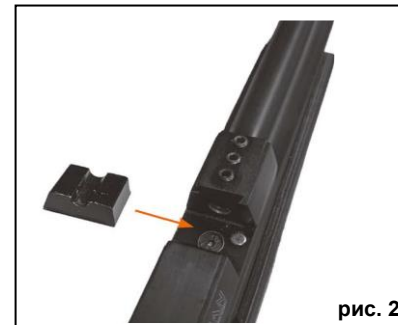

рис. 2
- Поднимите и отведите назад рукоятку затвора, чтобы взвести изделие. Затвор теперь находится в открытом положении (рис. 2).